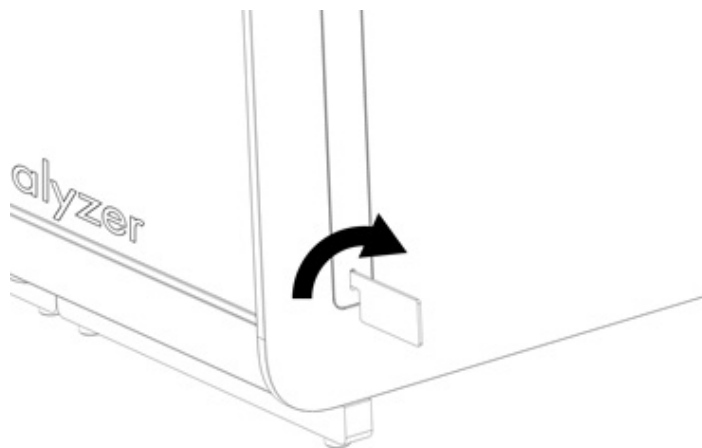

Bild 13. Ta bort skyddshöljen.
- 1e. Ta bort skyddshöljerna från den analytiska enheten på den sidan där den extra analytiska enheten ska fästas (bild 13).